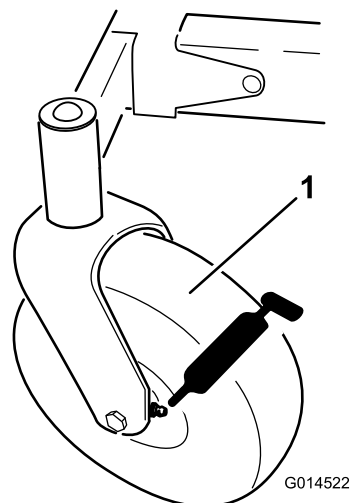
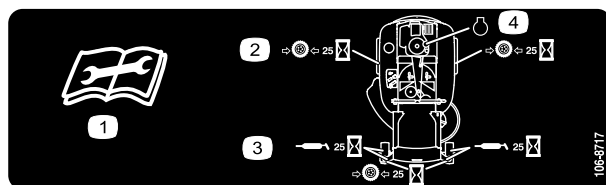

Bild 32
Bild 33
3. Reinigen Sie die Schmiernippel (Bild 32 und Bild 33) mit einem Lappen. Kratzen Sie bei Bedarf Farbe vorne von den Nippeln ab.
4. Setzen Sie die Fettpresse nacheinander an allen Nippeln an (Bild 32 und Bild 33). Fetten Sie